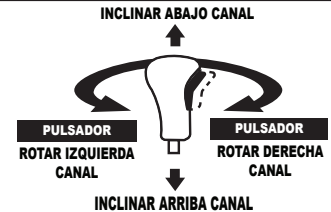

Figura 3-9
- Para cambiar la dirección en que se quita la nieve, oprima el botón de la palanca de control y gire dicha palanca hacia la derecha o hacia la izquierda. Consulte la Figura 3-9.